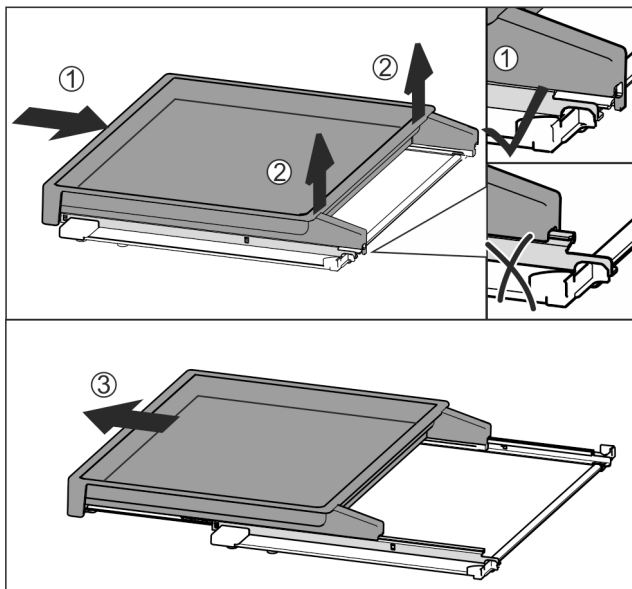

Fig. 109
- Uitschuifplateau volledig erin schuiven Fig. 109 (1).
- Vergrendeling aan de achterkant losmaken Fig. 109 (2).
- Uitschuifplateau vanaf de voorkant eruit halen Fig. 109 (3).